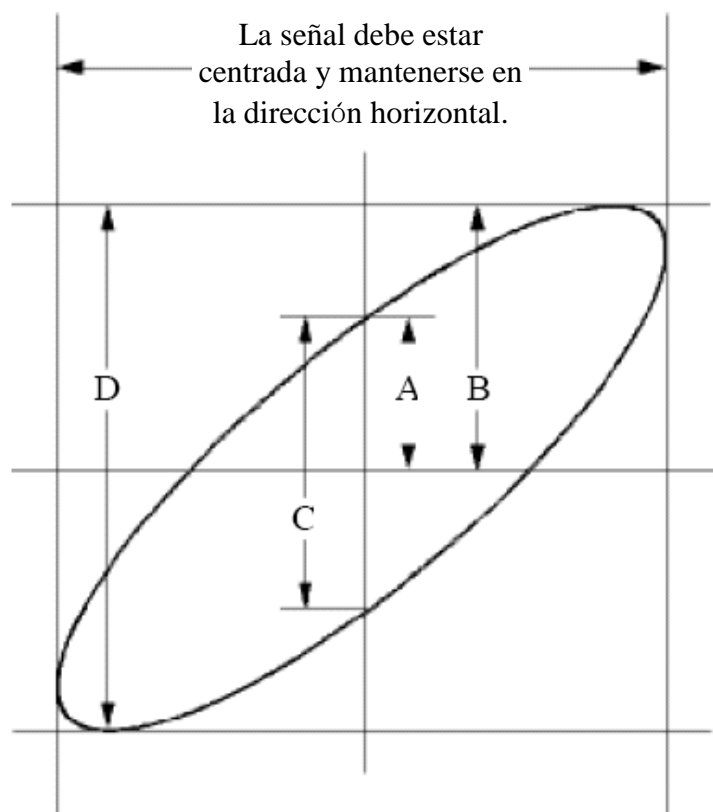

Figura 0-6 Gráfico de Lissajous
- (1) Ajuste el coeficiente de atenuación del menú de la sonda para **10X** y el del interruptor de la sonda para **10X** (véase "*Fehler! Verweisquelle konnte nicht gefunden werden.*" en *P**Fehler! Textmarke nicht definiert.*).
- (2) Conecta la sonda del canal 1 a la entrada de la red y la del canal 2 a la salida de la red.
- (3) Pulse el botón **Autoset**, con el osciloscopio encendiendo las señales de los dos canales y mostrándolas en la pantalla.
- (4) Gire la perilla de la **Escala Vertical**, haciendo que las amplitudes de dos señales sean iguales en lo grueso.
- (5) Pulse el botón de **Adquisición** para que aparezca el menú de la derecha.
- (6) En el menú de la derecha, seleccione **Modo XY** como **ON**. El osciloscopio mostrará las características de entrada y terminales de la red en forma de gráfico de Lissajous.
- (7) Gire los mandos de **Escala Vertical** y **Posición Vertical**, optimizando la forma de onda.
- (8) Con el método del oscilograma elíptico adoptado, observe y calcule la diferencia de fase (véase *Figura 0-6*).